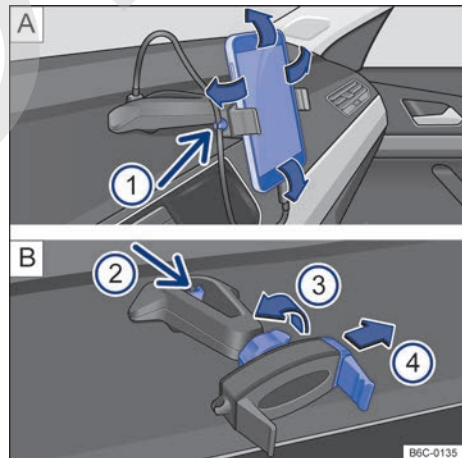

Fig. 168 En la consola central: soporte para teléfono celular y ajustes.
- Sujetar el soporte con una mano y presionar la tecla de desbloqueo → fig. 168 (flecha).
- Con la varilla → fig. 168 mover en la dirección de la flecha, e instalar el teléfono celular en el alojamiento.
- Con la otra mano mover la varilla → fig. 168 hasta que se pueda retirar el aparato del alojamiento.
- Colocar el cable USB en la entrada cargador USB del soporte existente en el panel de instrumentos → fig. 168 .
- Sujetar el cable en el soporte → fig. 168 .
- Para liberar el movimiento del soporte, girar la traba → fig. 168 en la dirección opuesta de la flecha.
- Para fijar la posición, girar la traba en el sentido de la flecha → fig. 168 hasta la fijación completa del soporte.
El soporte para teléfono celular tiene una garantía de 3 años, con excepción de la varilla deslizante (garra) → fig. 168  4 que tiene garantía de 1 año.